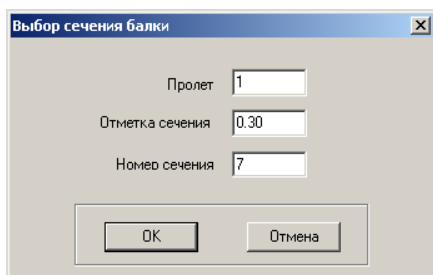

Рис.6.4.2. Окно диалога **Выбор сечения балки**
- В открывшемся окне диалога **Выбор сечения балки** (рис.6.4.2) задайте следующие параметры: